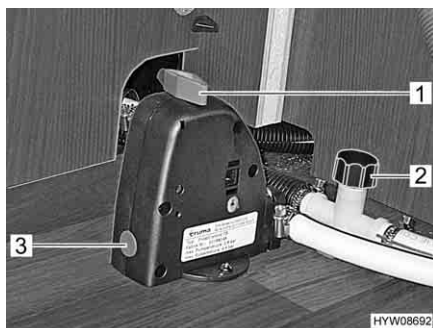

Fig. 108 Valvola di sicurezza/di scarico e rubinetti di scarico
- Chiudere la valvola di sicurezza/di scarico (Truma). A tal fine ruotare la manopola (Fig. 108,1) verticalmente rispetto alla valvola di sicurezza/di scarico e premere verso l'interno il bottone automatico (Fig. 108,3). Con temperature inferiori a 6 °C non è possibile chiudere la valvola di sicurezza/di scarico.
- Chiudere i rubinetti di scarico (Fig. 108,2). Chiudere i coperchi in senso orario oppure posizionare la leva a bilanciere in posizione orizzontale. L'ubicazione delle valvole di sicurezza/di scarico e dei rubinetti di scarico è riportata al paragrafo "Posizione dei rubinetti di scarico delle valvole di sicurezza/di scarico", alla fine di questo capitolo.
- Aprire i rubinetti di scarico (Fig. 108,2). A questo scopo, ruotare il coperchio in senso antiorario o posizionare verticalmente la leva a bilanciere.
- Aprire la valvola di sicurezza/di scarico (Truma). A tal fine ruotare la manopola (Fig. 108,1) nel senso della lunghezza della valvola di sicurezza/di scarico.